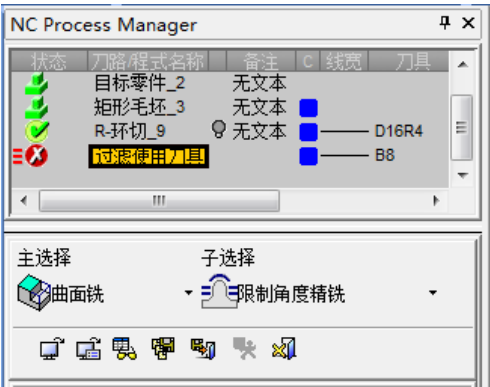

图 5-60 “NC Process Manager”对话框（2）
1) 创建程序。单击“加工向导”工具栏上的“加工程序”按钮,弹出“NC Process Manager”对话框 (2),“主选择”为“曲面铣”,“子选择”为“限制角度精铣”,如图 5-60 所示。